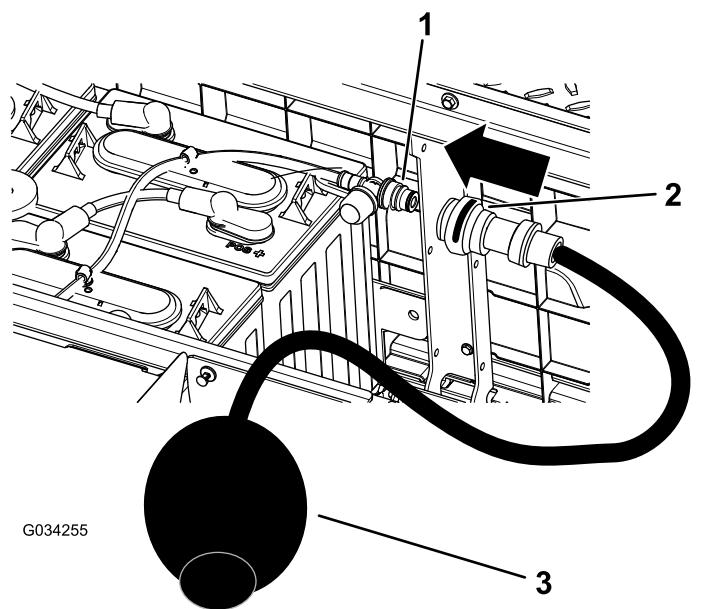

Figura 37
4. Collegate la vostra pompa manuale Toro al foro di riempimento dell'acqua (**Figura 37.**)